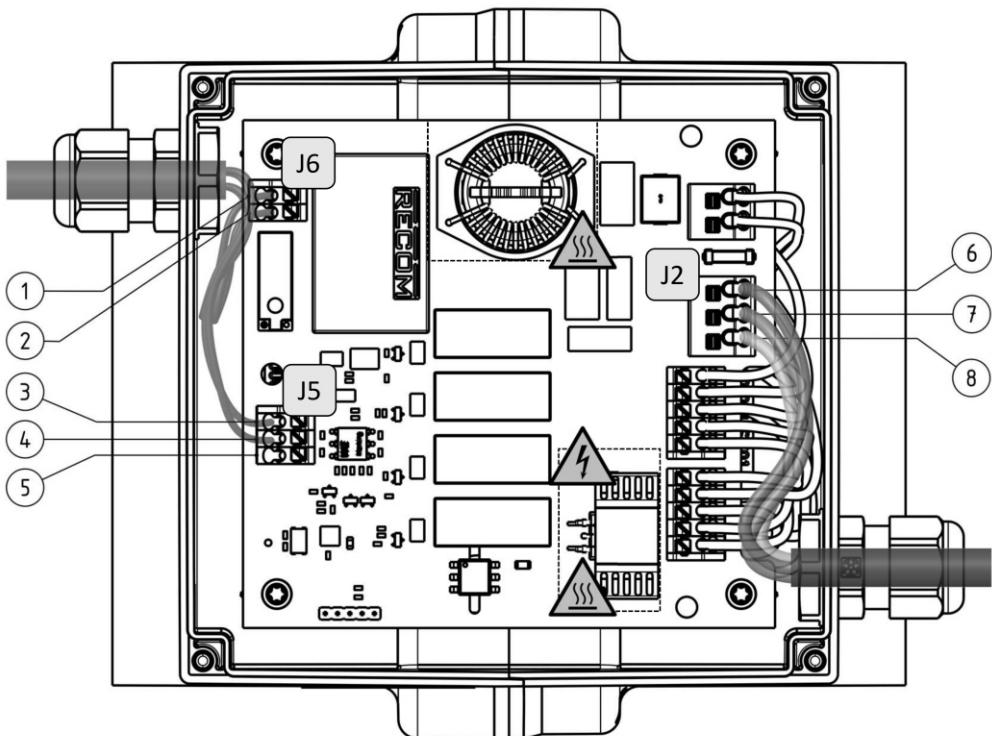

Abbildung 1: Platine mit beispielhaften Anschlussleitungen (Abweichungen in der Bestückung der Platine möglich)
- ☞ Beachten Sie bei der Führung der Litze im Anschlusskasten, dass diese keine Bauelemente der Elektronik berühren. Es besteht die Gefahr der Beschädigung der Litzenisolierung durch Temperatur! Siehe Abbildung 1
- ☞ Beachten Sie dass die Kabelisolierung direkt nach der Kabelverschraubung endet. Siehe Abbildung 1
2. Schließen Sie das Kabel zur Spannungsversorgung an die dafür vorgesehene 3-polige Anschlussklemme J2 an (L, N, PE). Beachten Sie hierzu Abbildung 1
3. Schließen Sie das gemeinsame Kabel für das Steuersignal und Störmelderelais an die Anschlussklemmen J5 und J6 an. Beachten Sie hierzu Abbildung 1